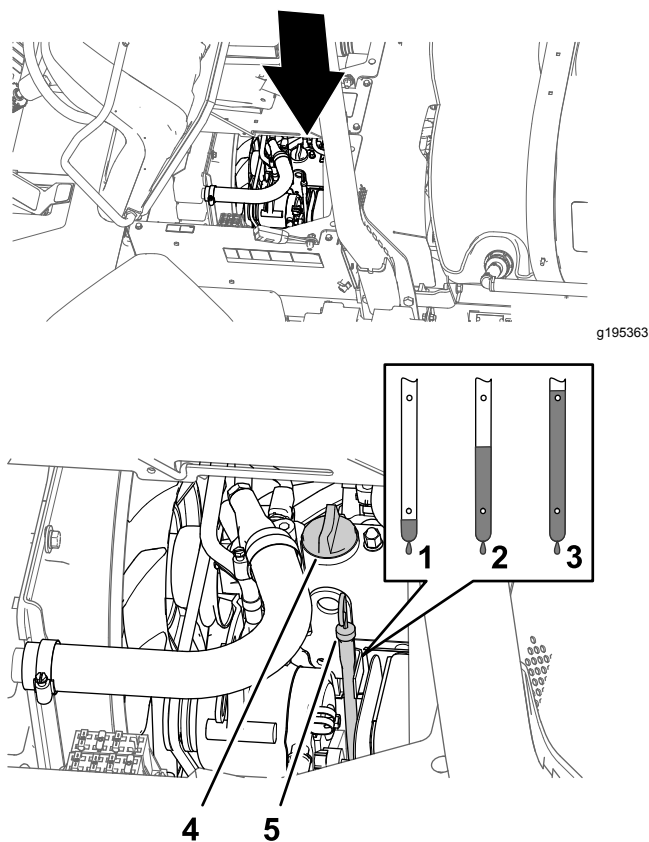

Figure 74
2. Retirez la jauge, située sous le siège du passager, et essayez-la sur un chiffon propre (Figure 74).
3. Si le niveau est trop bas, enlevez le bouchon de remplissage du couvre-culasse (Figure 74) et versez la quantité d'huile nécessaire dans le goulot de remplissage pour faire monter le niveau jusqu'au repère maximum sur la jauge.
4. Remettez le bouchon de remplissage d'huile en place (Figure 74).
5. Revissez la jauge solidement en place (Figure 74).